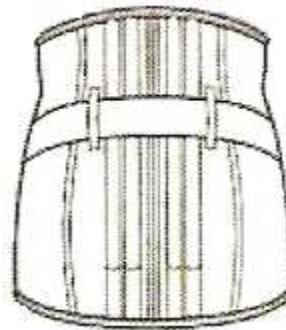

Figure 29 : CMAL montante au dos munie d'un tirant hypogastrique⁽⁵⁶⁾
- CMAL montante au dos munie d'une sangle intérieure, d'un tirant hypogastrique ou d'une bride de rappel lombo-sacrée. Prévue pour maintenir un abdomen volumineux, une zone de faiblesse localisée (éventration, hernie) ou une ptôse organique grâce aux différentes adjonctions (Figure 29);